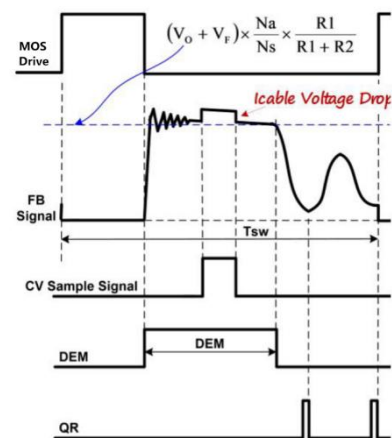

图 2
原边反馈调制，是在变压器能量转移次级绕组时，通过检测辅助绕组上电压来控制输出电压。图 2 为 SA3545 的恒压(CV)采样信号过程中去磁 (DEM) 和准谐振 (QR) 触发信号的工作波形。为了实现辅助绕组上副边输出电压的精确表示，CV 采样信号阻断了漏电感复位。在恒压(CV)采用过程结束时，IC 内部的采用/保持 (S&H)电路捕获误差信号，并通过过内部误差放大器 (EA) 对其进行放大。误差放大器(EA) 输出信号送到准谐振原边恒压调制单元 (QR-CVM) 进行恒压 CV 调制。QR-CVM 单元根据负载情况在电压谷底时开启新的 PWM 周期。EA 的内部参考电压以高精度调整至 2V。
在 CV 采样过程中，内部可变电流源流向 FB 引脚可用于输出线缆压降补偿 (CDC)。因此，变压器退磁过程中的 FB 引脚处有一个阶梯，如图 2 所示。图 2 同时表达了“去磁”方程：方程式中的 V_O 和 V_F 是输出电压和二极管正向电压； R_1 和 R_2 是从辅助绕组连接到 FB 脚的电阻分压器， N_s 和 N_a 分别是次级绕组和辅助绕组。